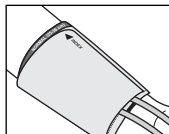

Рис. 7
5. На застегнутой манжете метка «INDEX» должна указывать на область «NORMAL» (рис. 7). Это означает, что манжета подобрана правильно и соответствует размеру окружности плеча. Если метка указывает на область обозначенную «◀|||» или левее, то манжета мала и показания могут быть завышены на 5 мм рт.ст. и более. Если метка указывает на область «|||▶» или правее, то манжета велика и показания могут быть занижены на 5 мм рт.ст. и более.